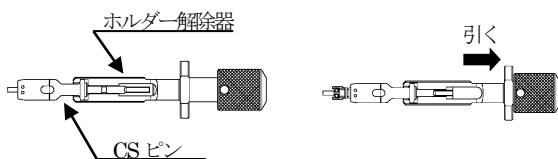
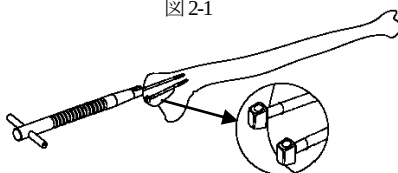
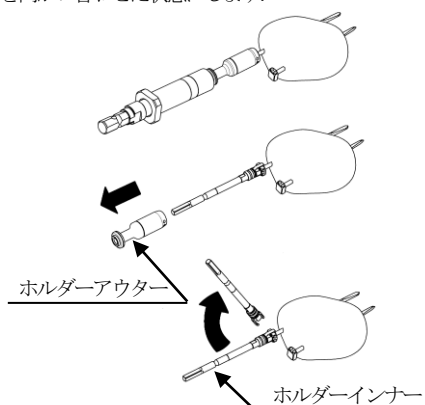

図2-1
図2-2
図9
- 2) 骨折部を整復し、2.0CS ピン（R）・1穴をイメージ下で方向を確認しながら尺骨肘頭より刺入します。スリーブ部を骨面より10mm程度浮かせた位置で止め、パワーツールから取り外します。2本目のCS ピンを1本目と平行になるように刺入し、2本のCS ピンの位置確定後、ホルダーを取り外します。ホルダーアウターが取り外しにくい場合は、CS ピンホルダー解除器を取り付け、アウターを取り外して下さい。（図2-1）スリーブ部にCS ピンレンチアダプタ（1穴）を設置し、スリーブ向きを調整します。（図2-2）
- 2) 骨折部を整復後、20CS ピン (R)・2穴 をイメージ下で方向を確認しながら膝蓋骨上縁に刺入します。スリーブ部を大腿四頭筋腱附着部より10mm 程度浮かせた位置で止め、パワーツールから取り外します。2 本目のCS ピンを1本目と平行になるように刺入し、2本のCS ピンの位置確定後、ホルダーを取り外します。(図9) ホルダーアウターが取り外しにくい場合は、CS ピンホルダー解除器を取り付け、アウターを取り外して下さい。(図2-1)